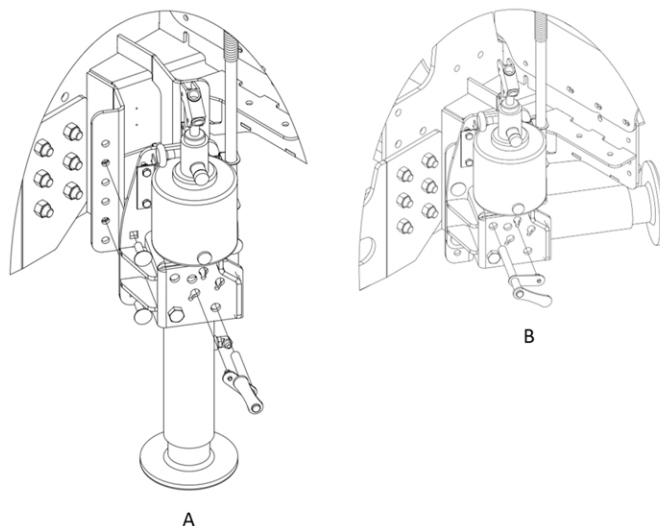

рисунок 7 — Силовой гидроцилиндр в рабочем (А) и походном положении (В)
5. Переведите силовой гидроцилиндр тьюкопогрузчика в походное положение (см. рисунок 7).
3. Установите силовой гидроцилиндр вертикально (рисунок 7).